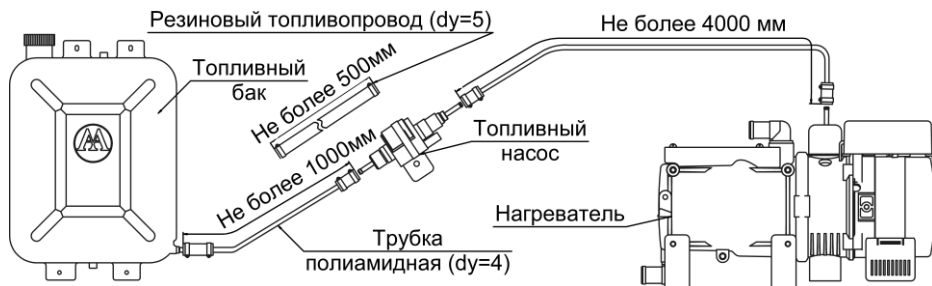

Рис. 9- Схема присоединения топливопровода к узлам подогревателя
10.6.1 Топливный насос предпочтительно монтировать ближе к топливному баку и ниже нижнего уровня топлива в топливном баке. Для обеспечения данного требования допускается снимать топливный насос с нагревателя при этом резиновые топливные шланги необходимо разрезать на отрезки длиной 70 мм и использовать в качестве соединительных муфт. Необходимо доработать жгут идущей к топливному насосу из блока управления т.е сменить присоединительную колодку и использовать удлинитель. Соединения топливопровода с топливным насосом, топливным баком и топливной трубкой нагревателя производить согласно рис. 9.